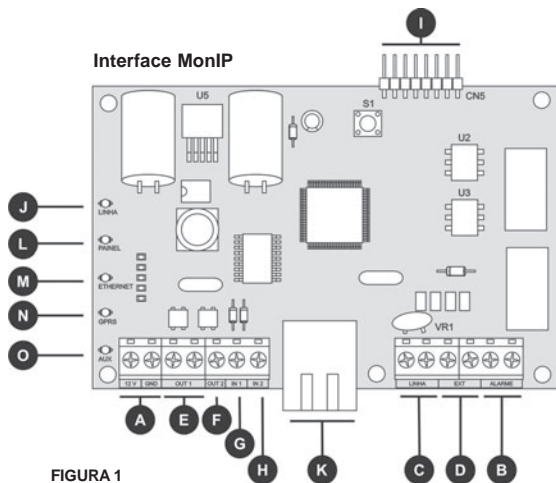
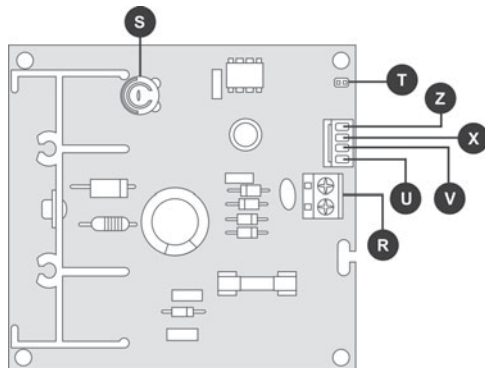

FIGURA 1
FIGURA 4
- A** (figura 1 na pág. 06) - É onde devemos alimentar a interface pela bateria do painel de alarme.
- B** (figura 1 na pág. 06) - É onde devemos estabelecer a comunicação do painel de alarme com a interface.
C (figura 1 na pág. 06) - Local onde se deve conectar a linha telefônica que normalmente ficava instalada no painel de alarme, pois a interface possui um confiável e garantido detector de linha telefônica, onde a mesma passará a monitorar em todo o momento ficando mais seguro o sistema de detecção de Linha.
Para obtermos uma maior segurança, no ponto **D** (figura 1 na pág. 06) devem-se ligar as extensões de aparelhos telefônicos. Só assim a interface terá total controle sobre a linha telefônica.
E (figura 1 na pág. 06) - Essa saída pode ser programada como NA (contatos abertos) ou NF (contatos fechados), e tem o seu estado invertido sempre que houver a conexão ou desconexão da interface junto ao software receptor. Pode ser utilizada também como saída para supervisão do painel de alarme, ou seja, tem o seu estado invertido sempre que houver um estouro do tempo programado para tal supervisão. É possível também programar qual o código do evento que irá validar a supervisão do painel, ou seja, sempre que houver o estouro do tempo, o evento programado deverá ser recebido. Do contrário o evento de falha de supervisão com o painel será enviado e o led PAINEL permanecerá piscando.
F (figura 1 na pág. 06) - Essa saída pode ser configurada para ser gerada como retenção ou pulso.
G e H (figura 1 na pág. 06) - Entradas com eventos programáveis para diversas utilizações.
I (figura 1 na pág. 06) - Conexão para placa GPRS.
R (figura 4 na pag. 10) - Borne AC onde devemos conectar a saída do transformador.
S (figura 4 na pag. 10) - Trimpot que regula a saída DC (+VDC / -VDC) para 14,5 V;
T (figura 4 na pag. 10) - Para utilizar a interface com a expansão GPRS, abra o jumper. Caso contrário, feche-o.
U +VDC e **V** -VDC (figura 4 na pag. 10) - Os fios da saída DC deve ser conectados na entrada de alimentação da interface MonIP;
X (figura 4 na pag. 06) - O fio REF deve ser soldado no primeiro pino (da esquerda para direita) do conector CN5 da interface MonIP **1** (figura 1 na página 06);
Z (figura 4 na pag. 10) - O fio AD Sup deve ser soldado no oitavo pino (da esquerda para direita) do conector CN5 da interface MonIP **1** (figura 1 na página 06);